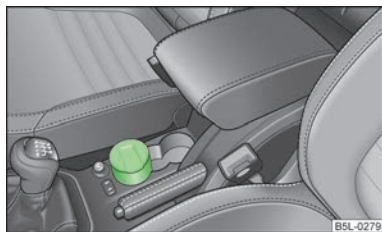

Fig. 67
- Scoateți scrumiera » fig. 67 în sus.